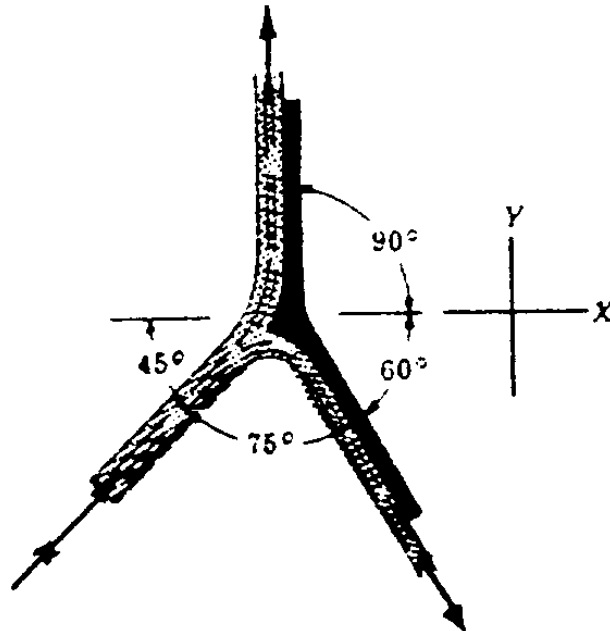

Figura P3.8
3.8 A superfície indicada na figura P3.8, divide o jacto de modo a que 30 L s⁻¹ de água se escoem para cada direcção. Para uma velocidade inicial de 20 m s⁻¹